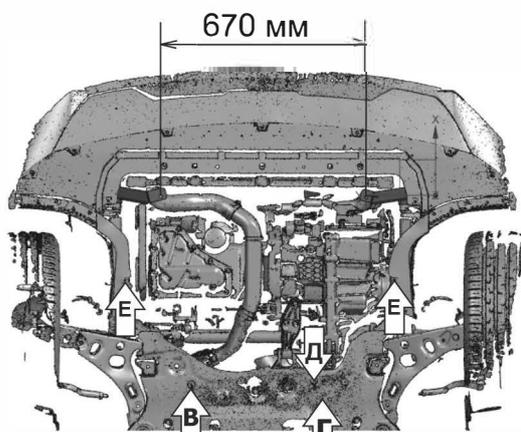
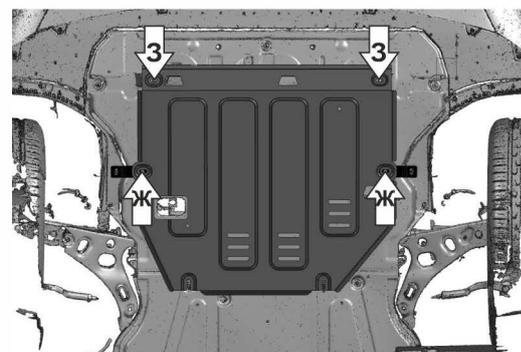

Рис. 2
Рис. 3
4. Установить гайки закладные М6 с усиком в подрамнике. В левой части подрамника закладную М6 установить над отверстием (В), в правой части подрамника закладную М6 протянуть через отверстие (Г) и установить над отверстием (Д), закрепив закладную усиком в отверстия (Г) (рис.2).
6. Установить кронштейны 3,4, закрепить штатным крепежом в позициях (Е) (рис.2).
7. Просверлить в штатном пыльнике отверстия диаметром 20мм соответствующие крепежным точкам в позициях (Ж) (рис.3).
8. В гайки закладные М6 вкрутить болты М6х40 с шайбами 6 и 8 через втулки 14 мм (В) и (Д) (рис.2).
9. Установить защиту поверх штатного пыльника. Заднюю часть защиты завести открытыми пазами на вкрученные болты М6х40 с шайбами 6 и 8 через втулки 14 мм (В) и (Д) (рис.2). Среднюю часть закрепить болтами М8х16 с шайбами 8 к кронштейнам в позициях (Ж). Переднюю часть защиты закрепить болтами М8х25 с шайбами 8 к установленным кронштейнам (З) (рис.3).